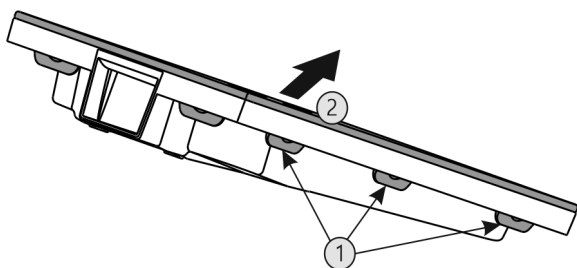

Fig. 56
- ▶ Appuyer sur toutes languettes Fig. 56 (1) l'une après l'autre et enlever le couvercle Fig. 56 (2).